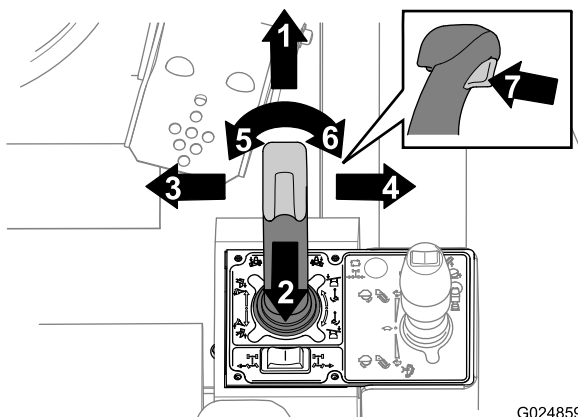
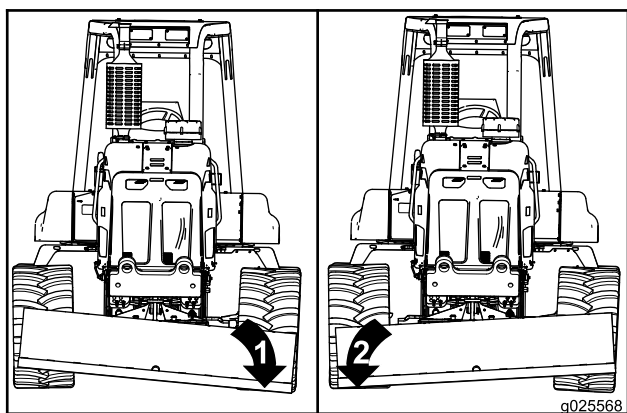
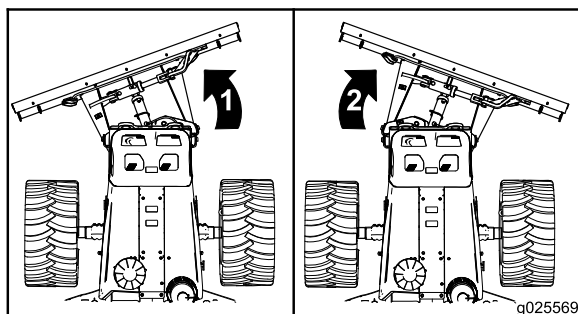

Figura 48
Figura 51
Figura 52
Use a lâmina de reaterro para repor o material escavado na vala. Controle a lâmina de reaterro com o joystick de lâmina de reaterro/arado vibratório. Use o joystick, acionador e botão do polegar conforme mostrado na Figura 48.
- Para inclinar a lâmina de reaterro à esquerda: Mova o joystick à esquerda – em sua direção (Figura 48 e Figura 51).
- Para inclinar a lâmina de reaterro à direita: Mova o joystick à direita – para longe de você (Figura 48 e Figura 52).
- Para girar a lâmina de reaterro à esquerda: Pressione a metade esquerda do controle do polegar (Figura 52).
- Para girar a lâmina de reaterro à direita: Pressione a metade direita do controle do polegar (Figura 52).
- Para sustentar a lâmina de reaterro: Mantenha o joystick na posição Hold (Neutro) (Figura 48).
- Para suspender a lâmina de reaterro: Puxe o acionador (Figura 48).